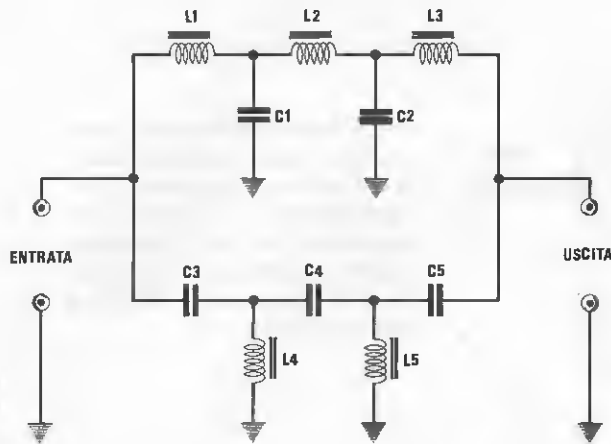

Fig.1 Schema elettrico del filtro elimina banda 88-108 MHz.
Come vedesi in fig.1, per realizzare questo filtro occorrono soltanto cinque impedenze avvolte su nuclei toroidali e cinque condensatori ceramici.
**Fig.1** Come vedesi in questo grafico, nel caso dei filtri Passa-Basso (nell'esempio il filtro è stato calcolato con una  $Fo = 1.000$  Hz) più aumenta l'ordine del filtro più aumenta l'attenuazione in dB per ottava.